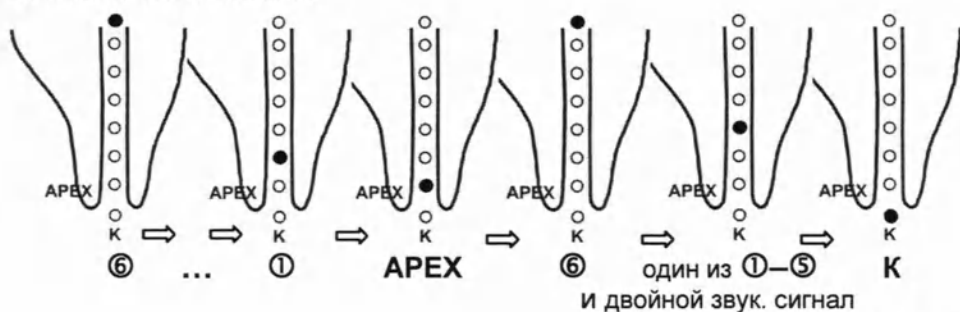

Рис.2
2) если сигнализация **APEX** задана ниже, чем в основном режиме, то порядок мигания индикаторов следующий (см. рис.2): **⑥→⑤→ ... ①→ APEX, ⑥**, один из пяти **①–⑤** (при этом раздается **двойной звуковой сигнал**), затем **К** и снова **⑥→⑤→ ...**